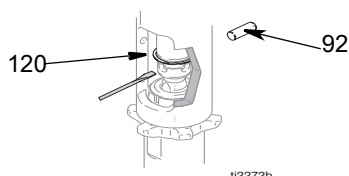
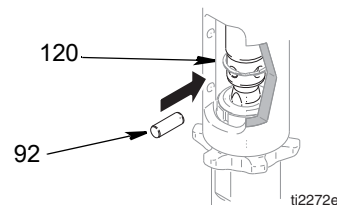

FIG. 8
FIG. 11
4. (Fig. 8) Împingeți în sus inelul de fixare (120); împingeți știftul (92) pentru a-l extrage.
2. (Fig. 11) Trageți încet de coarda de pornire a motorului până când orificiul știftului țigii pompei este aliniat cu orificiul țigii hidraulice. Fig. 8. Împingeți știftul (92) în orificiu. Împingeți inelul de fixare (120) în canelură.